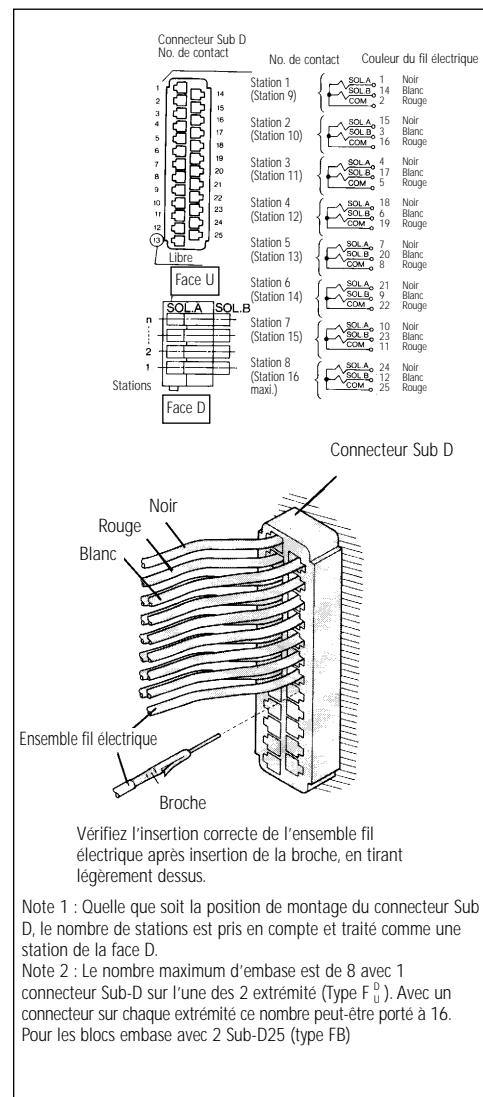

Fig. 15
3. En cas de connecteur Sub D, ouvrez le couvercle 14 et insérez les broches de l'ensemble fil électrique 10 conformément à l'illustration.(fig. 15)
Méthode d'insertion des broches du connecteur Sub D (Fig. 15)